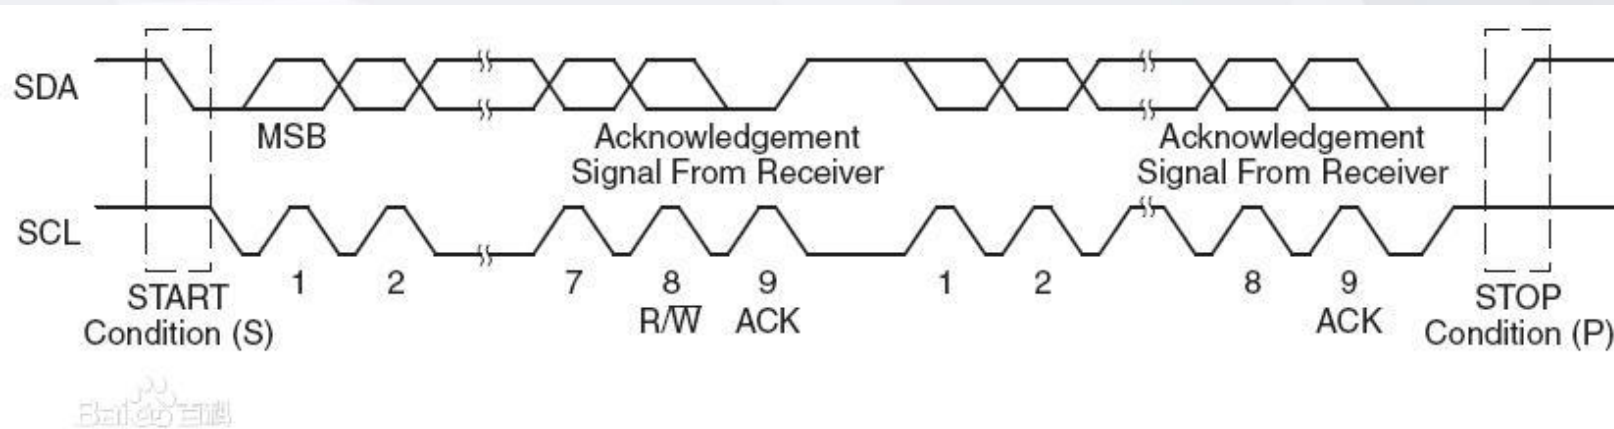

图3-10 I2C 串行EEPROM的读写时序
- I. Start:在空闲 (IDLE) 状态 (SDA, SCL都为高电平), SDA由高到低转换。见图3-10